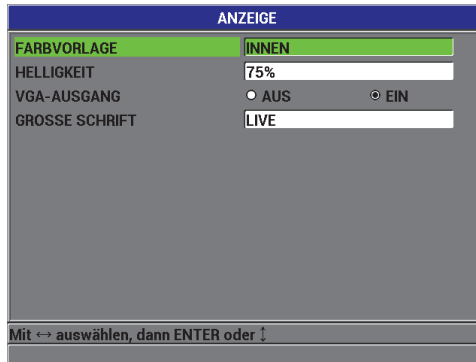

Abbildung 3-4 Fenster ANZEIGE
2. Stellen Sie im Fenster **ANZEIGE** (siehe Abbildung 3-4 auf Seite 67) den gewünschten Parameter auf den gewünschten Wert ein: